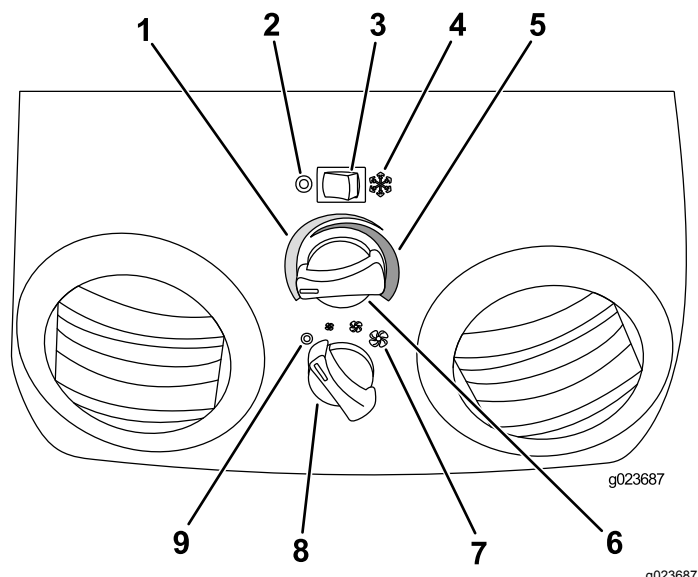

Bild 53
1. Schieben Sie den Schalter für die KLIMAANLAGE nach rechts, um die Klimaanlage in die EIN-Stellung zu drehen (Bild 53).
3. Drehen Sie das TEMPERATUR-Handrad nach links, bis Sie die gewünschte Temperatur erreicht haben (Bild 53).
4. Stellen Sie das Handrad für die LÜFTERGESCHWINDIGKEIT auf niedrig, mittel oder hoch (Bild 53).
1. Schieben Sie den Schalter für die KLIMAANLAGE nach links, um die Klimaanlage in die AUS-Stellung zu drehen (Bild 53).
3. Drehen Sie das TEMPERATUR-Handrad nach rechts, bis Sie die gewünschte Temperatur erreicht haben (Bild 53).